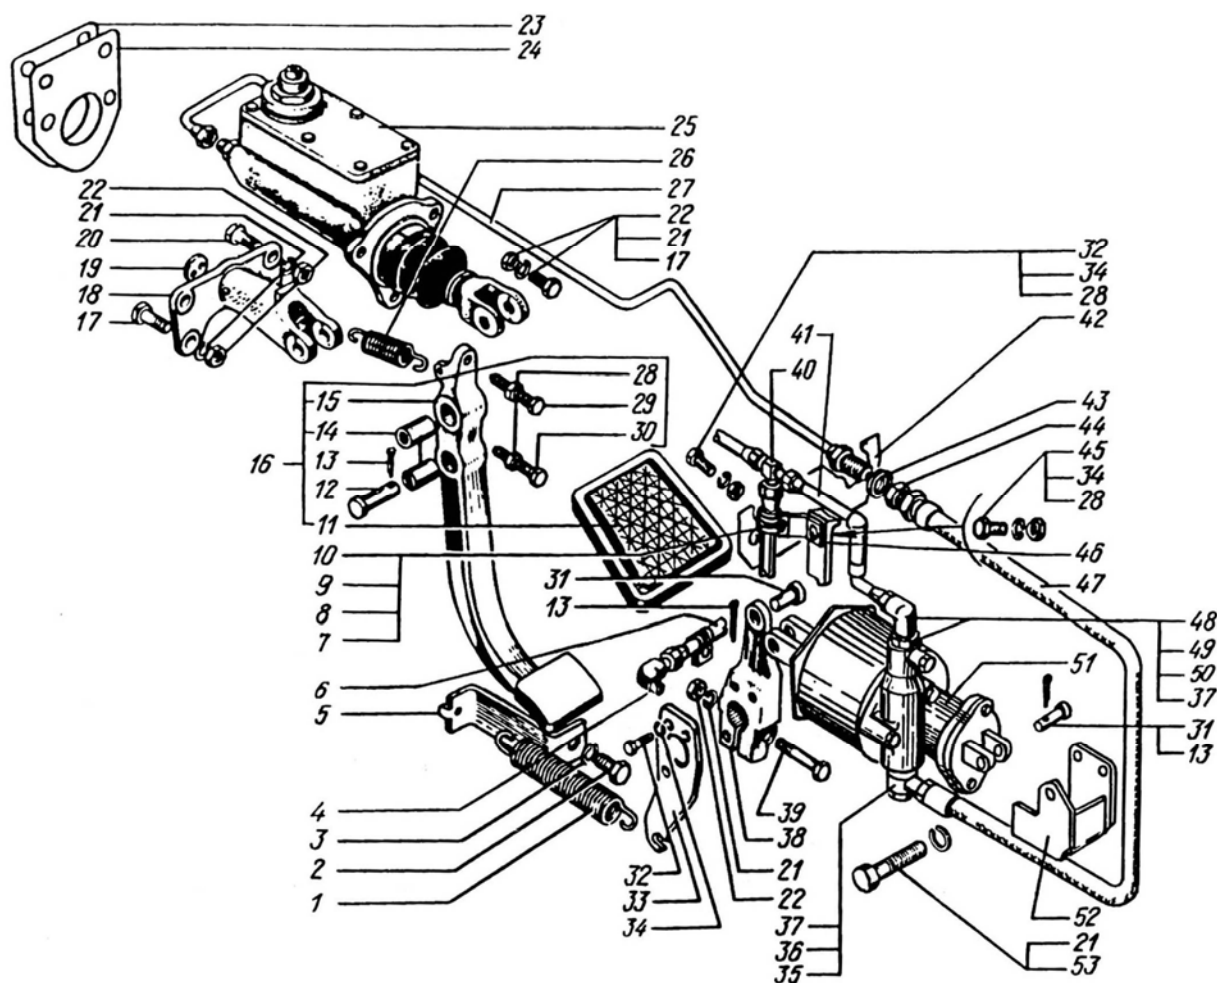

Рис.15. Привод управления сцеплением:
Привод управления сцеплением (рис.15) состоит из подвесной педали 15, главного цилиндра 25, пневмогидроусилителя (ПГУ) 51, трубопроводов 27, 41 и шлангов 47 для подачи жидкости и сжатого воздуха к ПГУ.
2. Отсоединить трубку 27 (рис.15) гидропривода от главного цилиндра, расшплинтовать и вынуть палец вилки толкателя, отвернуть из кабины гайки болтов, снять главный цилиндр 25.
1. Установить главный цилиндр 25 (рис.15) на щитке передка кабины, закрепить болтами с гайками и пружинными шайбами.